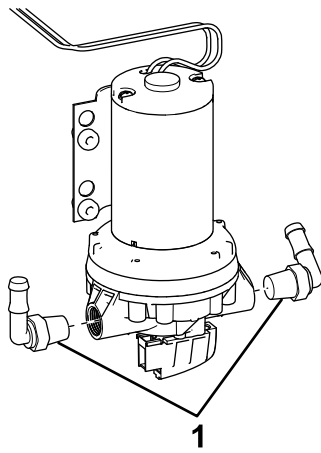

Figure 19
10. Posez un raccord à 90° de chaque côté de la pompe (Figure 19).